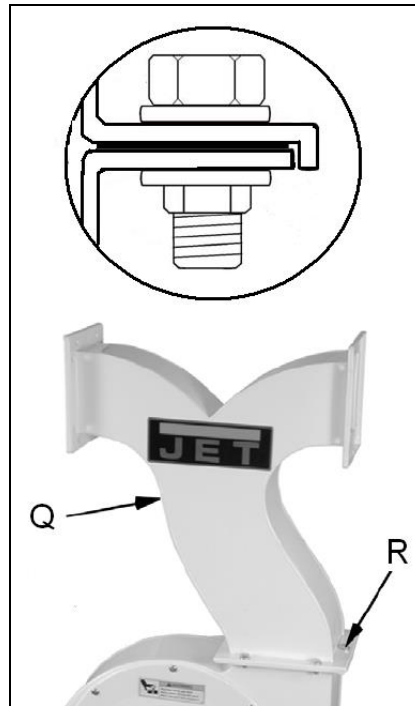

Fig 4
Montieren sie den Verbindungskrümm (Q, Fig 4) mit 6 Sechskantschrauben, Scheiben und Muttern (R).